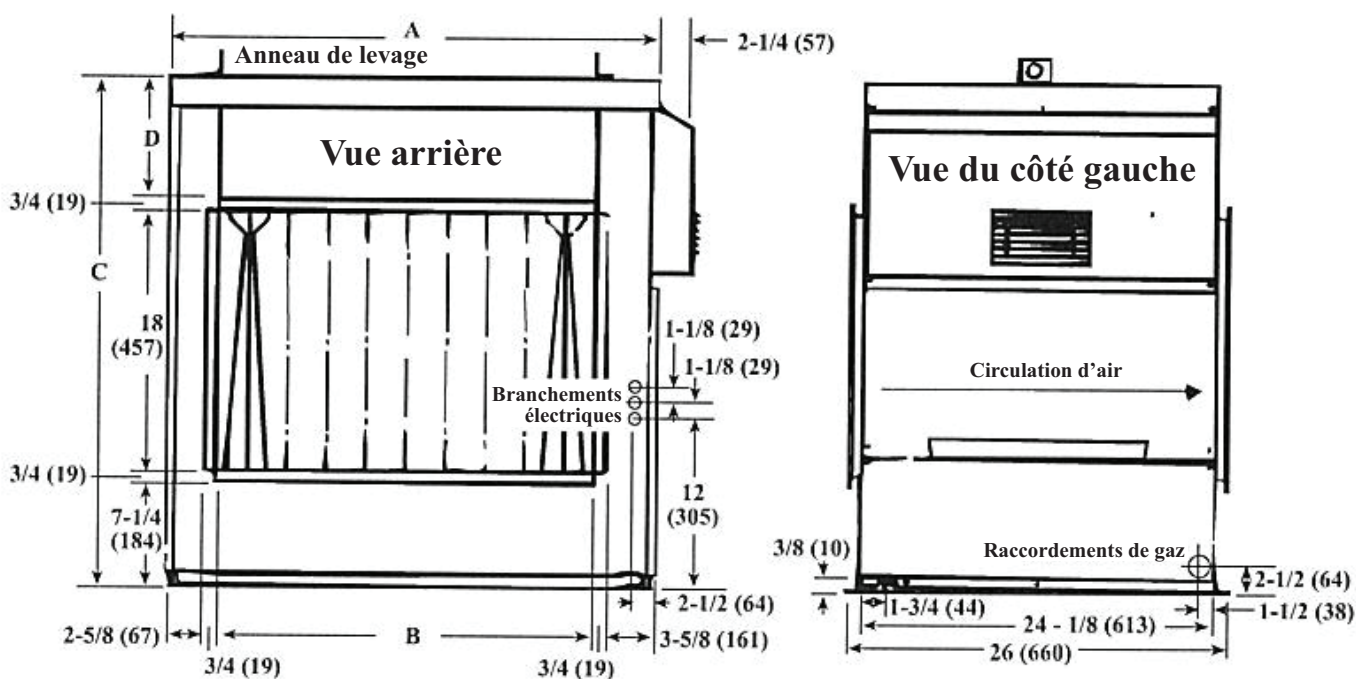

Figure 2. Modèle de la série RPV—Dimensions (Consultez le Tableau 4)
- Les dimensions pour les modèles de la série RPV sont montrées dans la Figure 2 et spécifiées dans le Tableau 4.
| Modèle                                               | Taille de l'appareil | Désignation alphabétique (voir Figure 2) |               |              |             |